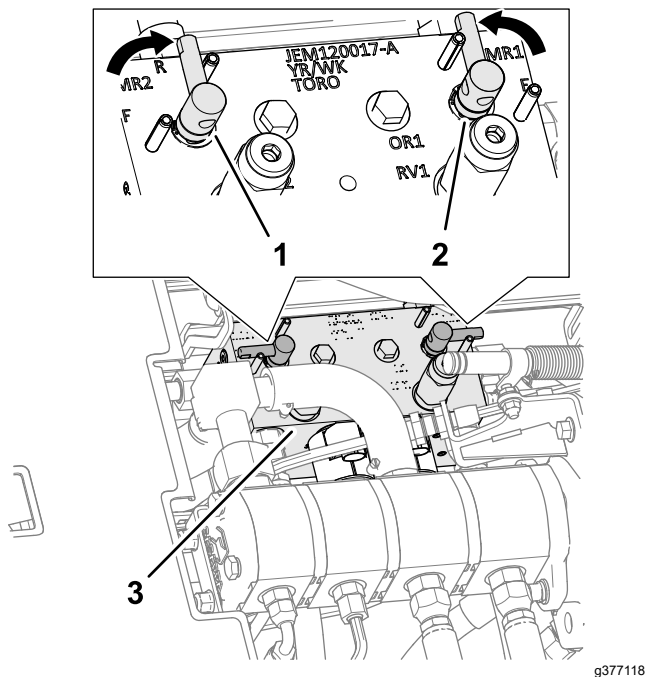

Bild 152
4. Entriegeln und klappen Sie den Sitz hoch, um an den Mähwerksverteiler zu gelangen (Bild 152).
5. Stellen Sie die Lapphebel in die R-Stellung (läppen) (Bild 152).